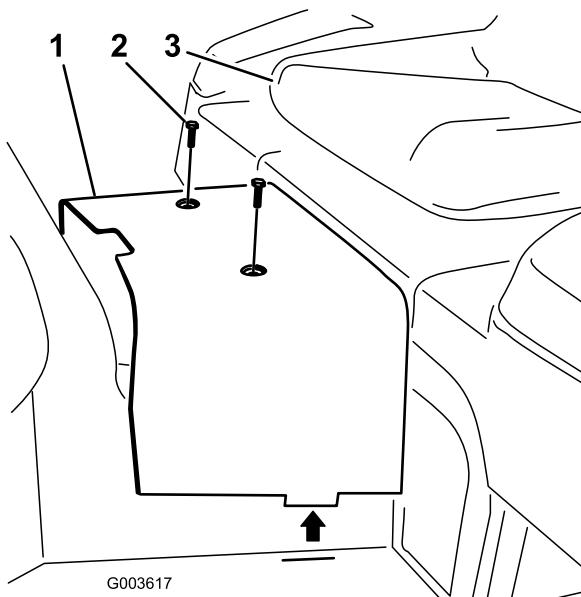

Bild 7
7. Nehmen Sie die zwei Schrauben ab, mit denen das mittlere Abdeckblech am Rahmen befestigt ist (**Bild 7**). Nehmen Sie das Abdeckblech ab und bewahren Sie es auf.